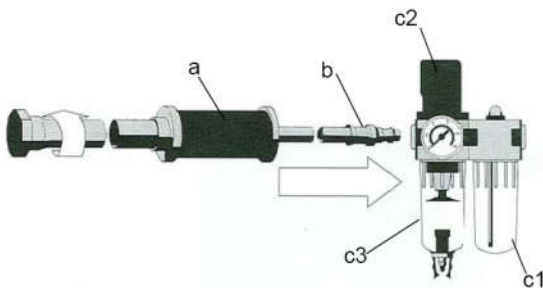

Fig. 1 : Réglage du lubrificateur
- Raccorder le grattoir muni de l'adaptateur tuyau (a) et du raccord rapide (b) au groupe de conditionnement d'air (c1 - c3) (voir figure 1).